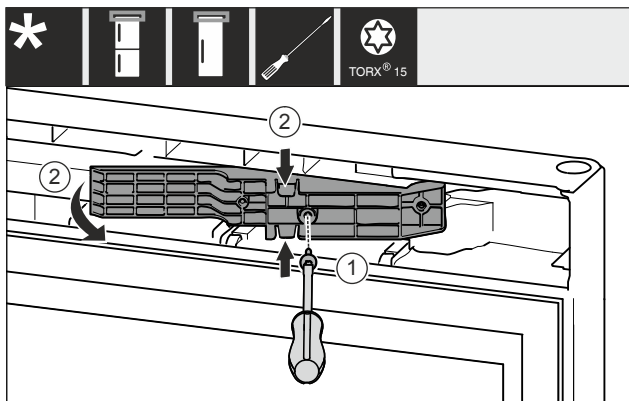

Fig. 12 *
- ▶ Schrauben mit Schraubendreher T15 lösen. Fig. 12 (1)*
- ▶ Adapterstück herausziehen. Fig. 12 (2)*